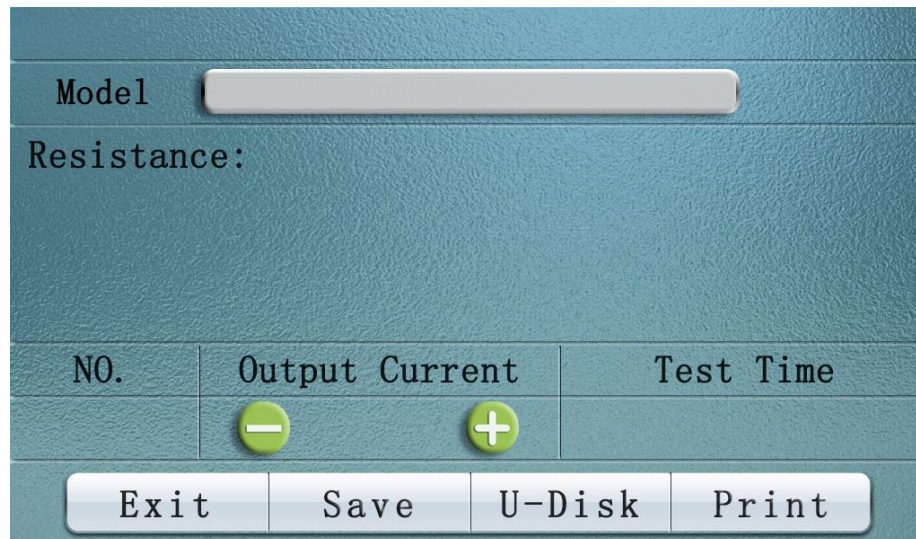

Figura 3
3. Después de seleccionar la corriente, haga clic en "**Iniciar prueba**", que muestra que "espere mientras se carga" entra en el estado de prueba. Después de unos segundos, se mostrará el resultado de prueba, como se muestra en la figura 3